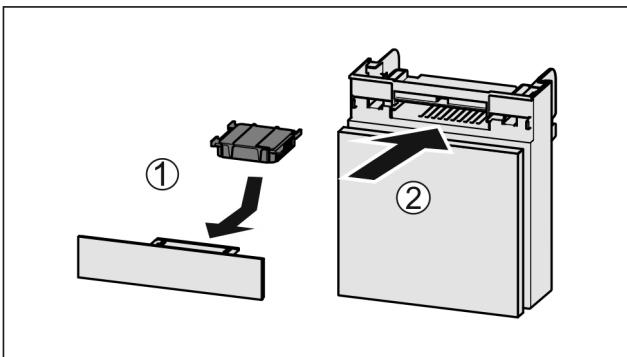

Fig. 182
- Aktivkohlefilter nach Abbildung einsetzen Fig. 182 (1).
► Fach einschieben Fig. 182 (2).